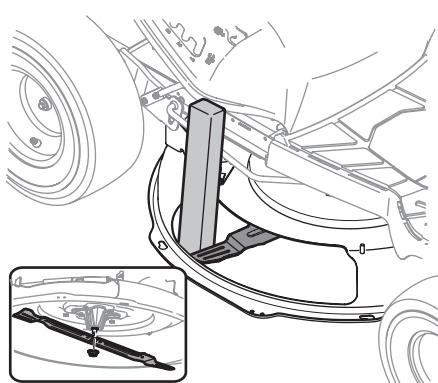

Figura 23
2. Use un bloque de madera o un 2 x 4, insértelo dentro de la abertura de la plataforma y haga girar la cuchilla hasta que la madera haga cuña entre la abertura de la plataforma y la cuchilla de corte, como se indica en la Figura 23.